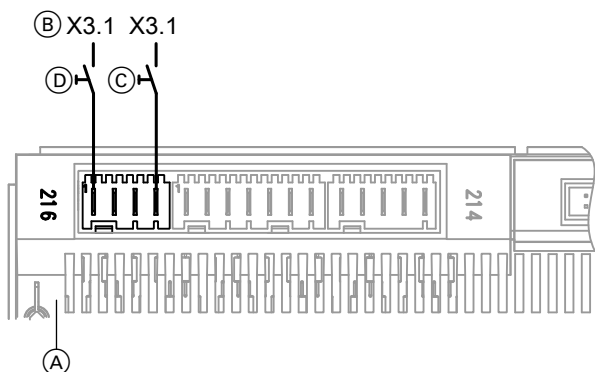

Abb. 62
- An der Wärmepumpenregelung gemäß Abb. 62